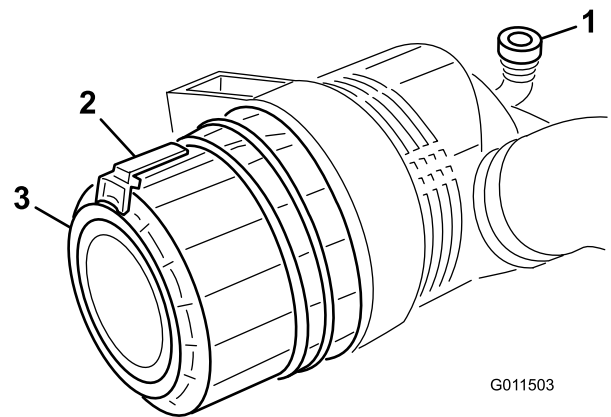

Bild 47
1. Ziehen Sie den Riegel nach außen und drehen Sie die Luftfilterabdeckung nach links (Bild 47).
7. Setzen Sie die Abdeckung ein, richten Sie das Gummiablassventil (Bild 47) nach unten, ungefähr zwischen 17.00 und 19.00 Uhr (vom Ende her gesehen). Befestigen Sie den Riegel.